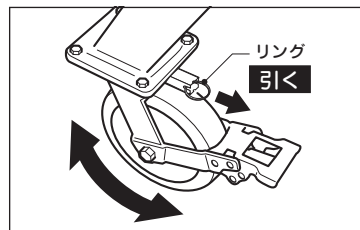

図4
- ⑤ キャスタの方向を 90° 毎に固定ができます。
- キャスト上部のリングを引くと方向が自在になります。(図 4)